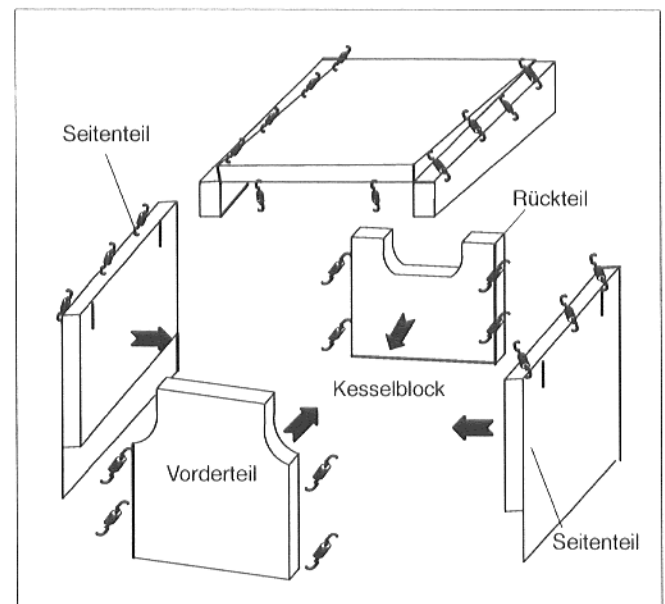

Abb. 28
- Wärmeschutz Seitenteile Kesselblock (rechtwinkliger geschlitzter Wärmeschutz) an die Seiten des Kesselblockes andrücken und mit den Befestigungsfedern an den Seitenteilen Wärmeschutz Abgassammler einhaken (Abb. 28/28a).
- Vorderteil Wärmeschutz an die Vorderseite Kesselblock andrücken und mit den Befestigungsfedern an den jeweils angrenzenden Wärmeschutz einhaken (Abb. 28/28a). Den Wärmeschutz unten ebenfalls befestigen.
Abb. 28 a